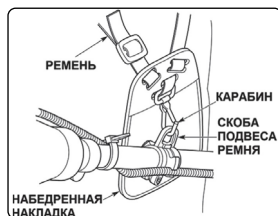

Рис. 13
- Подвесьте мотокосу за карабин, закрепив его на скобе подвеса ремня (Рис. 13).